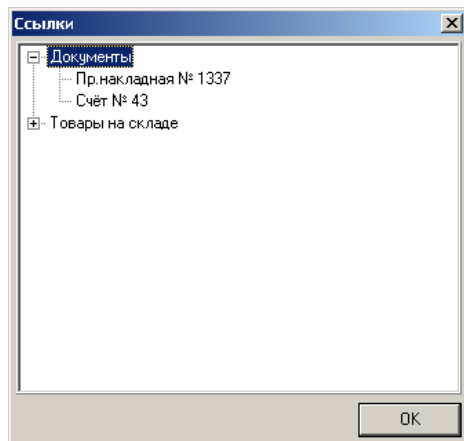

Рис. 33. Окно ссылок
- Пункт меню «Ссылки» позволяет просмотреть все связанные с выбранной записью. Например, выделив название группы товара и выбрав пункт «Ссылки», вы сможете просмотреть все типы товара, входящие в эту группу. Выделив название фирмы-партнера, вы сможете увидеть (рис. 33), в каких документах встречается выбранная фирма (название, номер) и т.д.